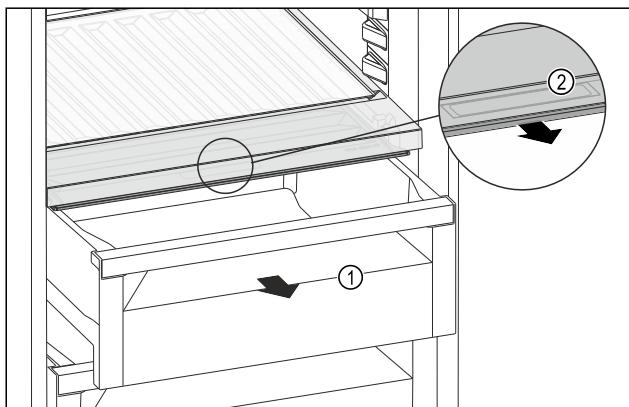

Fig. 170
- Витягніть висувний ящик Fig. 170 (1).
- Візьміться за потайну ручку Fig. 170 (2) на кришці відділення й одночасно потягніть кришку відділення вперед.